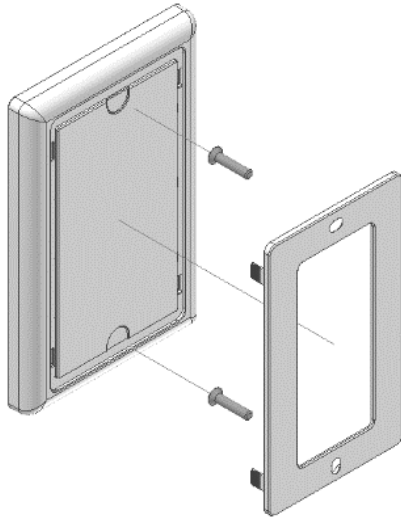

fig. 1
- La famiglia "AIR" è composta da modelli portatili. • Tutti i modelli sono forniti di una placca, già inserita nella confezione, per fissare stabilmente il sensore al muro. Per installare questo accessorio fare riferimento alla fig. 1.